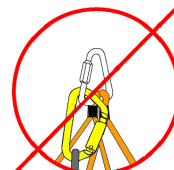

Figure 9
- Ne pas accrocher de charge supplémentaire sur le maillon delta central, ni sur les mousquetons, ni sur les brins (Figures 9; 10 et 11).